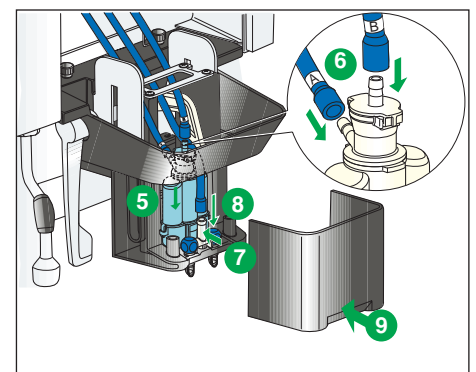

Fig. 6
- 5 Réinstaller le distributeur à lait. (Fig. 6)
- 6 Réinstaller les tubes A et B sur le distributeur à lait. (Fig. 6)
- 7 Remettre le distributeur à café dans son support et le verrouiller en place. (Fig. 6)
- 8 Réinstaller le tube sur le distributeur à café. (Fig. 6)
- 9 Réinstaller le couvercle sur le bec verseur. (Fig. 6)